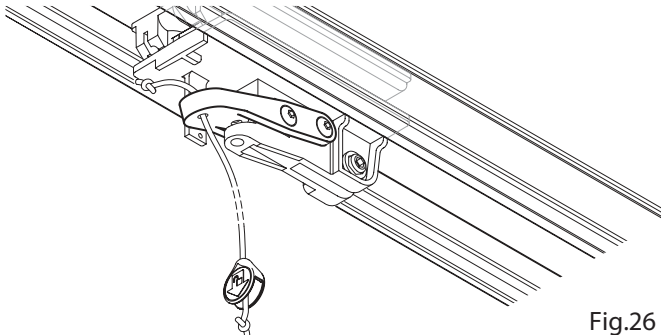

Fig.26
9. Bind het trekkoord aan de hendel van de slede, zoals aangegeven in Fig.26.